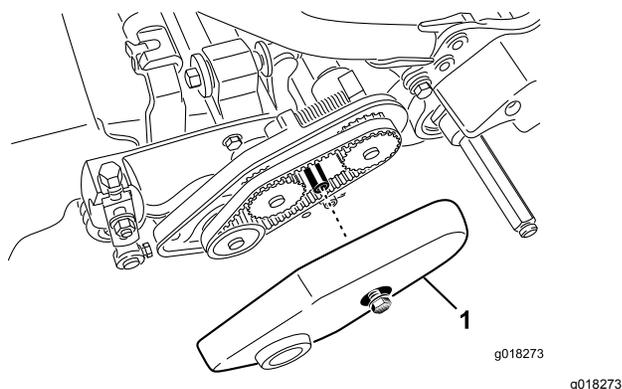

Bild 45
2. Lösen Sie den Bundbolzen, mit dem die Riemenabdeckung befestigt ist, und nehmen Sie die Riemenabdeckung ab, um an den Riemen freizulegen (Bild 45).